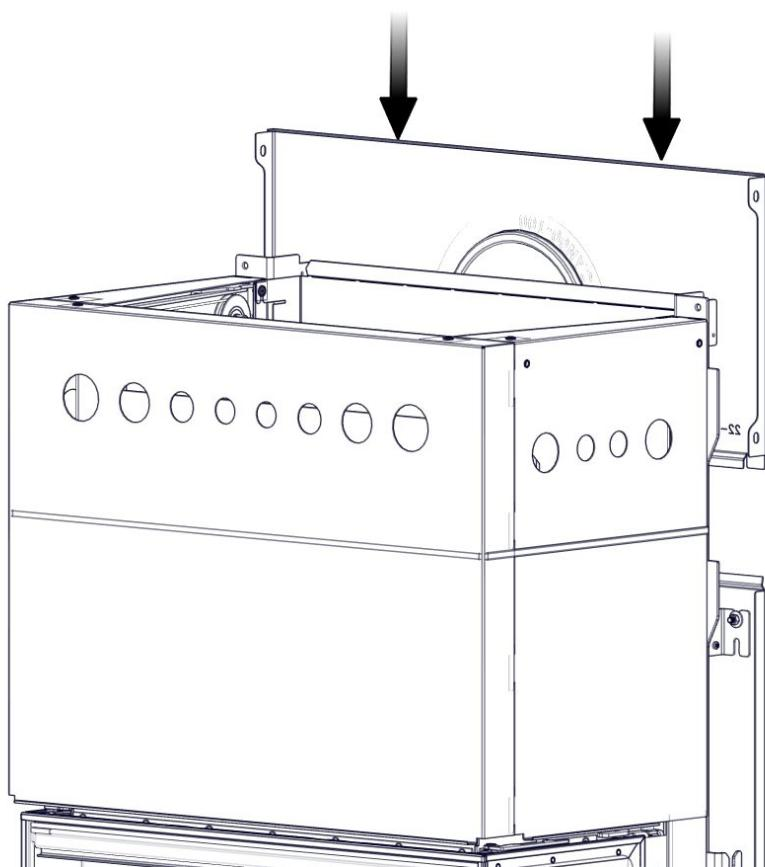

**FIG 11** Monaco II High Base\_Q-34 UL
**NO:** Om ildstedet skal monteres med tilslutning av pipe bak og tilluftskanal, lag hull etter perforeringen i platen. Betongring monteres mellom platen og veggen, se fig. 11, 11a. Fest betongringen med akryl.
**GB:** If you utilize either rear chimney connection and external air duct make a hole cutting out perforation and place a concrete ring between the plate and adjacent wall - see FIG 11, 11a. Use acrylic glue to join the ring with the plate.
**SE:** Om kaminen ska monteras med bakre rökgasanslutning och luftkanal, måste hål tas upp i bakplattan (hållmarkering finns i plattan) och en betongring monteras mellan plattan och väggen, se fig. 11, 11a. Fäst betongringen i plattan med akryllim.
**DE:** Wenn Sie den hinteren Schornsteinanschluss oder einen Außenluftkanal nutzen, öffnen Sie die Perforation und setzen Sie in die entstehende Öffnung einen Betonring zwischen der Platte und der angrenzenden Wand ein, siehe Abb. 11, 11a. Verwenden Sie Acrylkleber, um den Ring mit der Platte zu verbinden.
**FR:** Si vous utilisez un raccordement de cheminée arrière et un conduit d'air extérieur, effectuer une découpe et placer un anneau en béton entre la plaque et le mur adjacent - voir Fig. 11, 11a. Utiliser de la colle acrylique pour fixer l'anneau sur la plaque.
**FIG 11 a** Monaco II High Base\_Q-34 UL